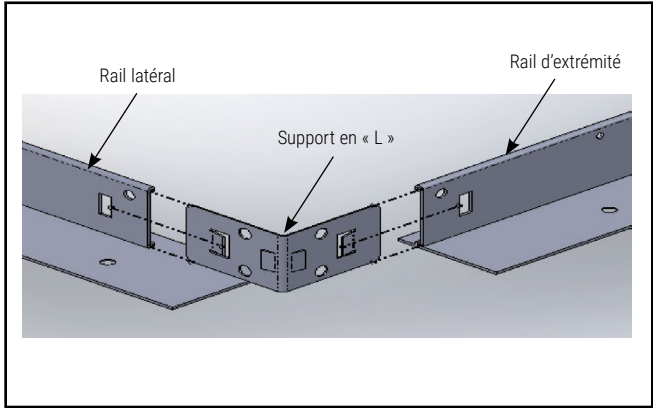

Figure 1.
- 1. Assemblez le cadre de cloison sèche en utilisant des supports en <L> pour fixer les rails d'extrémité aux rails latéraux (Figure 1).